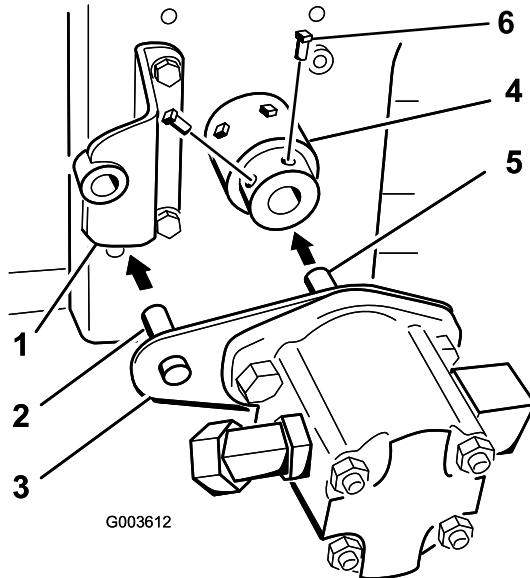

Figura 20
9. Mentre montate l'albero della pompa idraulica nel gruppo mozzo, inserite il prigioniero della piastra della pompa nella relativa staffa. L'albero della pompa idraulica tocca l'estremità dell'albero della PDF del motore (Figura 20).
11. Applicate Loctite® blu alle 2 viti di fermo (5/16 x 3/4 poll.) e avvitatele nel gruppo mozzo per fissarlo all'albero della pompa idraulica (Figura 20).